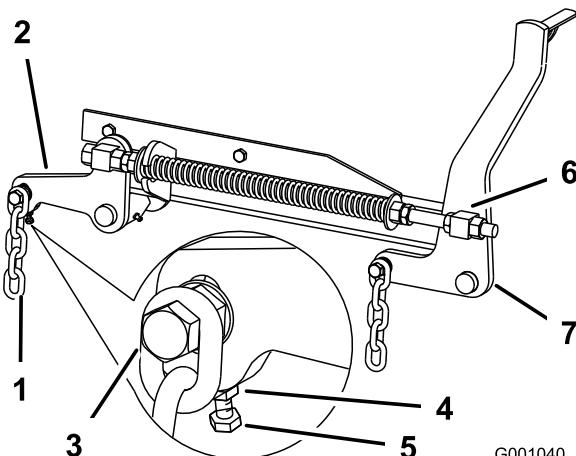

Figure 75
7. Si la distance mesurée au point **B** ou **C** n'est pas correcte, desserrez le boulon qui fixe la chaîne arrière au bras de support arrière (Figure 75).
8. Desserrez l'écrou de blocage sous le bras de support arrière et agissez sur le boulon de réglage de manière à obtenir une distance de 7,9 à 8,3 cm (Figure 75).
7. Desserrez d'environ 13 mm les écrous de blocage à l'avant des pivots avant gauche et droit (Figure 75).
8. Réglez les écrous de relevage sur les côtés gauche et droit de la machine de manière à abaisser l'avant de 6 à 10 mm au point **A** par rapport au point **B** à l'arrière (Figure 75).